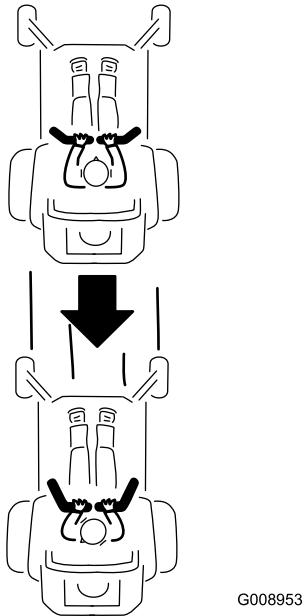

Figure 25
- Pour vous déplacer en marche arrière, tirez lentement les leviers en arrière (Figure 25).